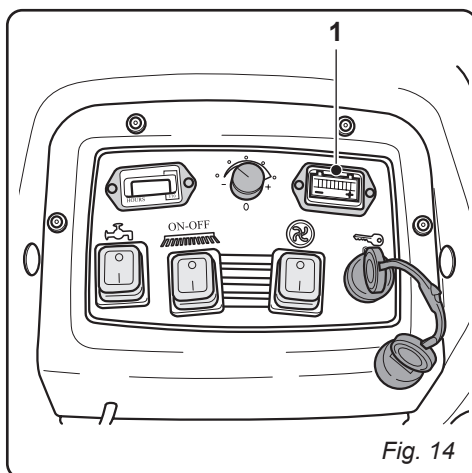

Fig. 14
8.1.g - Listado de alarmas (Fig. 14)